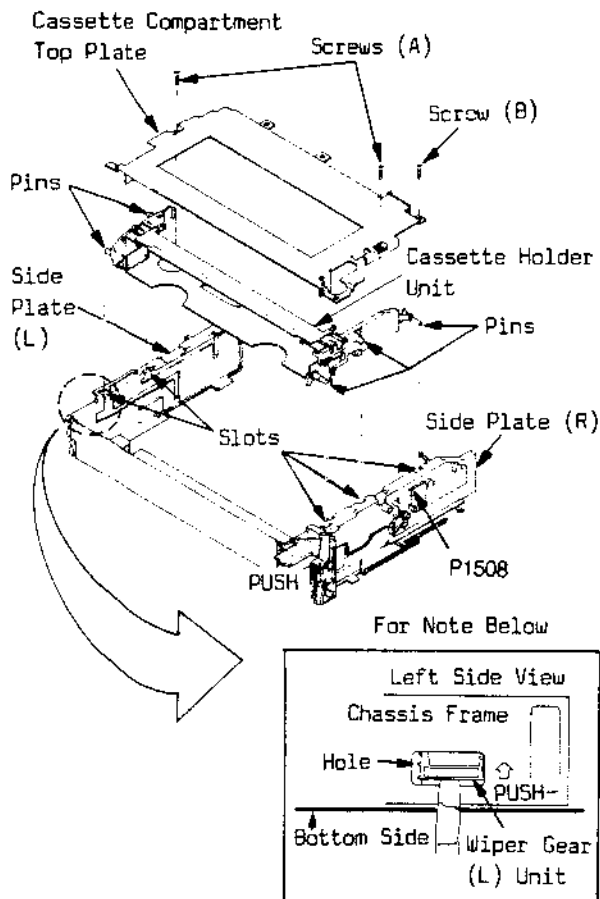

Fig. 1-5
- Die Schrauben (A) und (B) losdrehen und die obere Abdeckplatte des Kassettenfachs abnehmen, siehe Fig. 1-5
- Die rechte Zahnstange Pos. 232(3) in die Richtung des schraffierten Pfeils (Fig. 1-5) drücken, bis die 5 Führungstifte des Kassettenhalters aus den Nuten der linken und rechten Seitenplatte treten.
- Gegen die linke Zahnstange Pos. 231(3) drücken, um den Mechanismus (ohne Kassette) in die untere Stellung zu bringen, siehe Detailzeichnung in Fig. 1-5.
Wenn der Kassettenmechanismus nicht mit der EJECT-Taste in die EJECT-Position kommt, ist zuerst die linke Zahnstange in Pfeilrichtung zu drücken, wie in Fig. 1-5 angegeben.